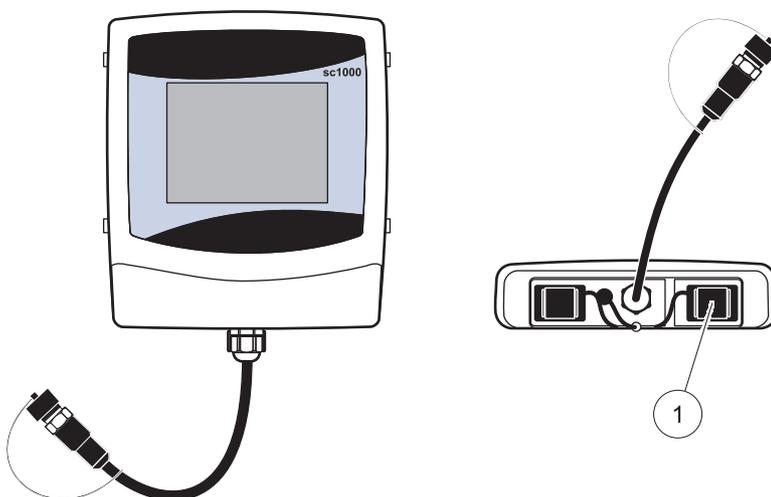

Figure 5 Port Ethernet sur le module d'affichage du transmetteur sc1000
2. Connectez le transmetteur sc1000 au réseau en raccordant le câble Ethernet au port Ethernet RJ45 (Figure 5).